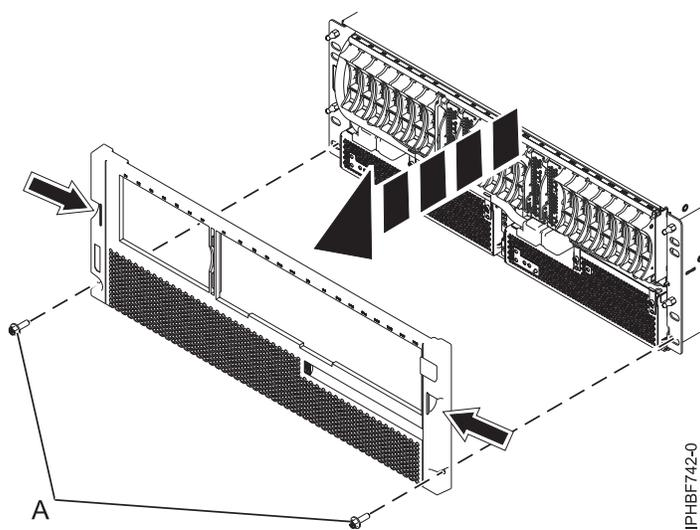

Figura 7. Cómo quitar la funda de información de servicio y la tapa biselada
- 1) Quite los dos tornillos de fijación M5 (A) tal como se muestra en la Figura 7.